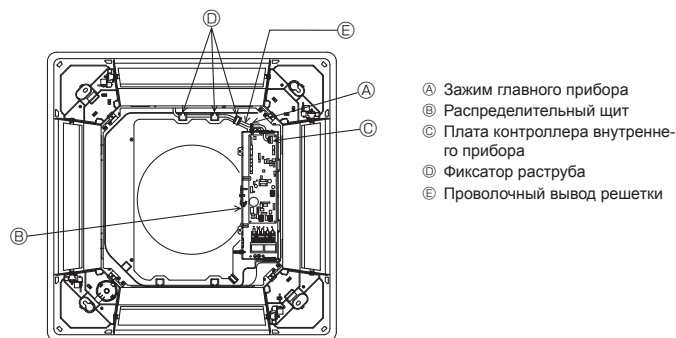

Fig. 6-8
- Затягивая винт с пружинной зубчатой шайбой ②, следует прикладывать момент не более 4,8 Н·м. Никогда не используйте ударный гайковёрт.
6.4.4. Соединение проводов (Fig. 6-8)